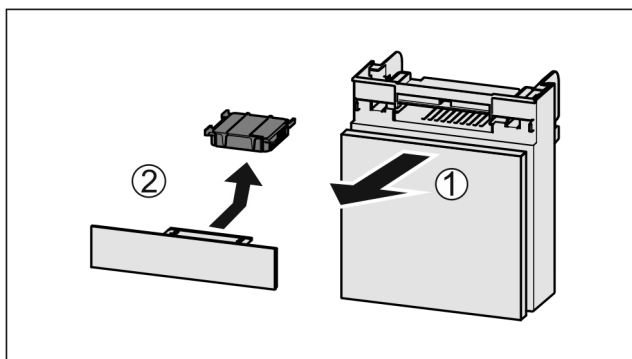

Fig. 220
- Zásuvku vytáhněte dopředu Fig. 220 (1).
- Filtr s aktivním uhlím vyjměte Fig. 220 (2).